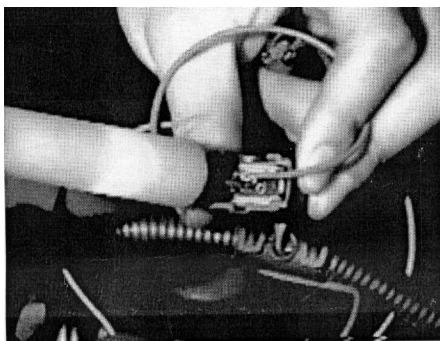

图 5-21 二极管试灯检测
2) 检查 ECU 控制线路。自制一个串联有 330Ω 左右电阻的二极管试灯。在点火开关置于 OFF 位置的情况下拔下喷油器插头, 如图 5-21 所示, 将二极管试灯的正极与喷油器蓄电池正极相连, 试灯的负极与喷油器控制信号线束插头相连。起动机, 二极管试灯应闪烁, 否则应检查喷油器到 ECU 之间的线路情况是否正常。